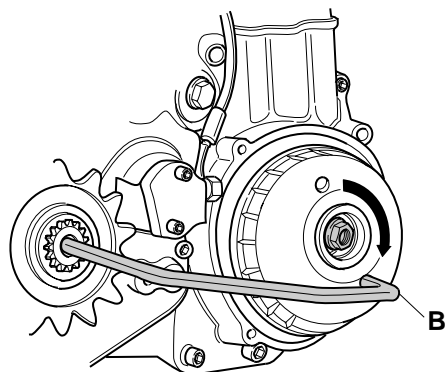

Fig. 11
2. Bloccare il volano con un attrezzo di ritegno (Rif.B - Fig.11) . Allentare il dado nel centro del volano girandolo in senso orario.
2. Use a holding tool (Ref.B - Fig.11) as shown in the figure to lock the flywheel. Then turn the nut in the centre of the flywheel clockwise to remove it.
2. Das Schwungrad mit einem Halteeisen blockieren (Bez.B - Abb. 11) und die Schwungradmutter (Linksgewinde!) abschrauben.
2. A l'aide d'un outil (Rèf.B - Fig.11), bloquez le volant. Desserez ensuite l'écrou qui se trouve au centre du volant, en tournant dans le sens horaire.